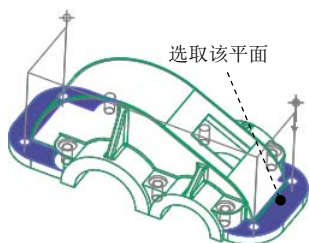
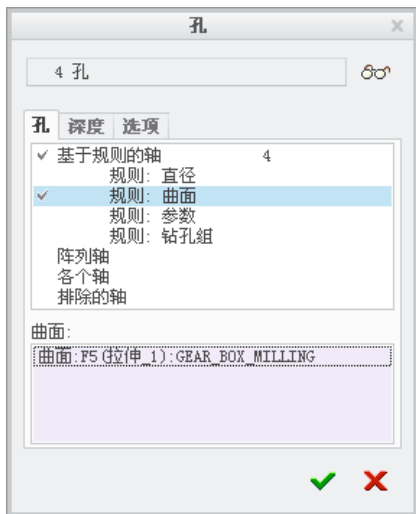

图 10.2.56 选择的孔参考曲面
图 10.2.57 “孔”对话框
Step5. 在“钻孔”操控板中单击 **参考** 按钮，在弹出的“参考”设置界面中单击 **详细信息...** 按钮，系统弹出“孔”对话框。在“孔”对话框 **孔** 选项卡中选择 **规则：曲面** 选项，激活 **曲面：** 列表框，然后在图形区选取图 10.2.56 所示的零件参考模型表面，此时系统自动选中 4 个孔，“孔”对话框显示如图 10.2.57 所示。
注意：这里选择的曲面是参考模型 GEAR_BOX_MILLING 的表面。为了便于选取，可在激活 **曲面：** 列表框后，在图形区中图 10.2.56 所示表面上按下鼠标右键，在弹出的快捷菜单中选择 **从列表中拾取** 命令，此时系统弹出“从列表中拾取”对话框，然后从列表框选择 **曲面：F5 (拉伸_1)：GEAR_BOX_MILLING** 选项，单击 **确定 (O)** 按钮即可完成孔参考曲面的选择。